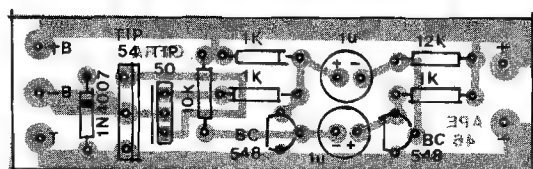

Fig.3
- FIG. 3 - "CHAPEADO" DA MONTAGEM - O "outro" lado da placa, com os componentes todos posicionados...